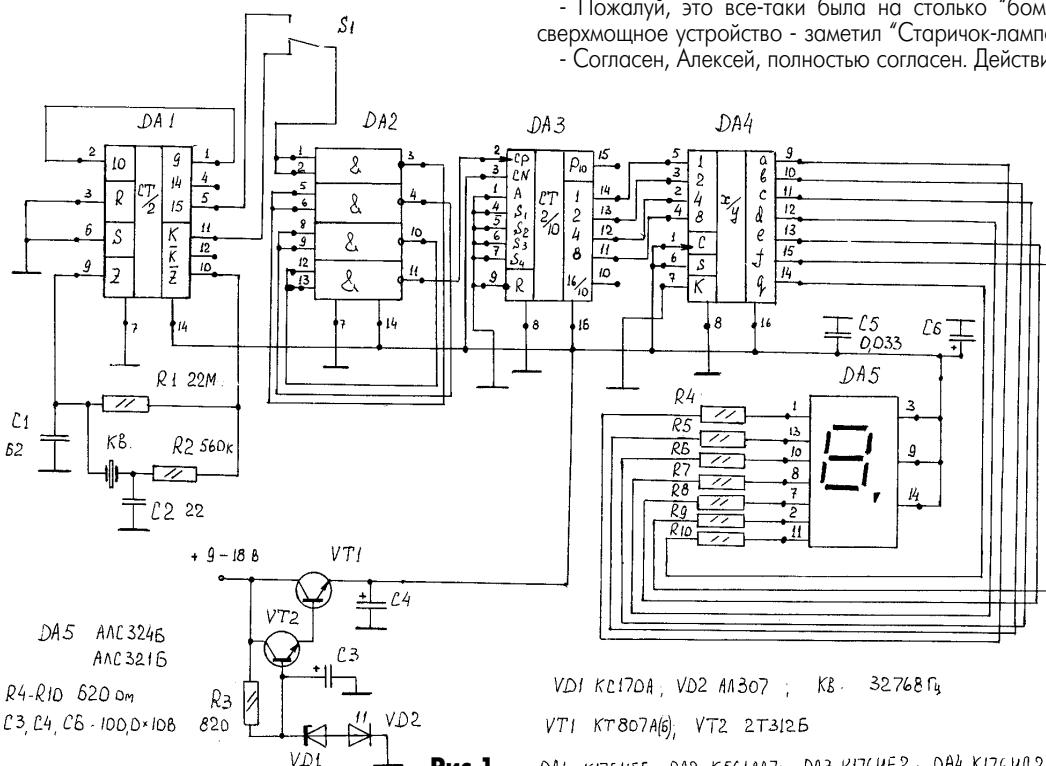

Рис.1
- А поскольку в рассматриваемом микросхемном тестере "дежурный режим" не популярен, то этот самый вход и соединен с потенциалом земли, т.е. индикация постоянно разрешена - добавил Сан-Саныч. - Тем не менее будем считать вопрос далеко не закрытым. Прежде всего, юные мои друзья (Федя, тебя это касается особо!), поскольку плановая работа в данный момент далека от аврального режима, почему бы вам, в самом деле, не собрать этот самый микросхемный тестер аккуратно, на печатной плате? В соответствии с его полной принципиальной схемой, которая представлена на **рис.1?**